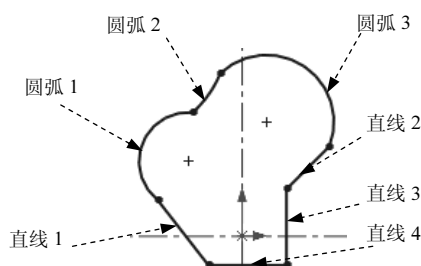
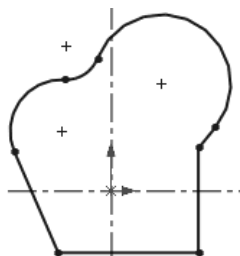

图 5.4 绘制的圆弧
图 5.5 添加几何约束
(3) 绘制圆弧。选择下拉菜单 **工具(T)** → **草图绘制实体(S)** → **三点圆弧(C)** 命令，在图形区中绘制图 5.4 所示的圆弧。
Step 4 添加几何约束。按住 Ctrl 键，选择图 5.4 所示的直线 4，系统弹出“属性”对话框，在 **添加几何关系** 区域单击 **水平(H)** 按钮。按住 Ctrl 键，选择图 5.4 所示的直线 1 和圆弧 1，系统弹出“属性”对话框，在 **添加几何关系** 区域单击 **相切(A)** 按钮。按住 Ctrl 键，选择图 5.4 所示的圆弧 1 和圆弧 2，系统弹出“属性”对话框，在 **添加几何关系** 区域单击 **相切(A)** 按钮。按住 Ctrl 键，选择图 5.4 所示的圆弧 2 和圆弧 3，系统弹出“属性”对话框，在 **添加几何关系** 区域单击 **相切(A)** 按钮。按住 Ctrl 键，选择图 5.4 所示的圆弧 3 和直线 2，系统弹出“属性”对话框，在 **添加几何关系** 区域单击 **相切(A)** 按钮。按住 Ctrl 键，选择直线 3，系统弹出“属性”对话框，在 **添加几何关系** 区域单击 **竖直(V)** 按钮。约束后的图形如图 5.5 所示。
Step 5 绘制圆角。选择下拉菜单 **工具(T)** → **草图工具(T)** → **圆角(F)...** 命令，在“绘制圆角”对话框的  (半径) 文本框中输入圆角半径值 58。分别选取图 5.4 所示的直线 1 与直线 4，系统便在这两个边之间创建圆角。
Step 8 添加几何约束。按住 Ctrl 键，选择图 5.4 所示的圆心 1 与竖直中心线，系统弹出“属性”对话框，在 **添加几何关系** 区域单击  重合(D) 按钮；按住 Ctrl 键，选择图 5.4 所示的圆心 2 与竖直中心线，系统弹出“属性”对话框，在 **添加几何关系** 区域单击  重合(D) 按钮；按住 Ctrl 键，选择图 5.4 所示的圆心 3 与直线 3，系统弹出“属性”对话框，在 **添加几何关系** 区域单击  重合(D) 按钮。